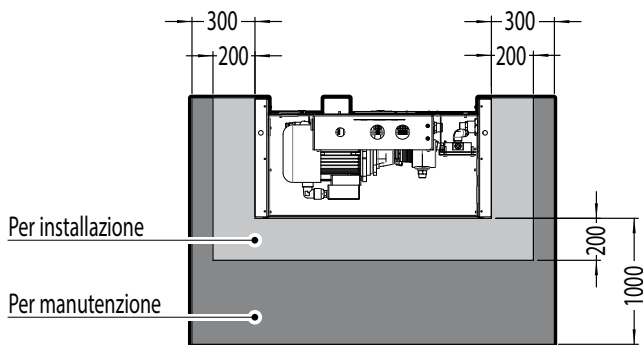

Fig. 2.a
Vedere in fig. 2.a gli spazi di rispetto per l'installazione e la manutenzione.
Con riferimento a Fig. 2.b e Fig 2.c :
1. Ingresso acqua G 1/2" F. E' obbligatorio installare sulla linea di alimento a monte dell'ingresso acqua (Fig. 2.d):